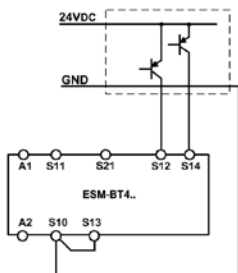

Bild 9: Zweikanalige Not-Halt-Schaltung mit pnp-Halbleiterausgängen/OSSD-Ausgängen mit Querschusserkennung (Kategorie 4, bis PL e).
- Für Anwendungen nach Abb. 9 ist darauf zu achten, dass das Bezugspotential des Signalgebers und des ESM-BT4... das Gleiche ist